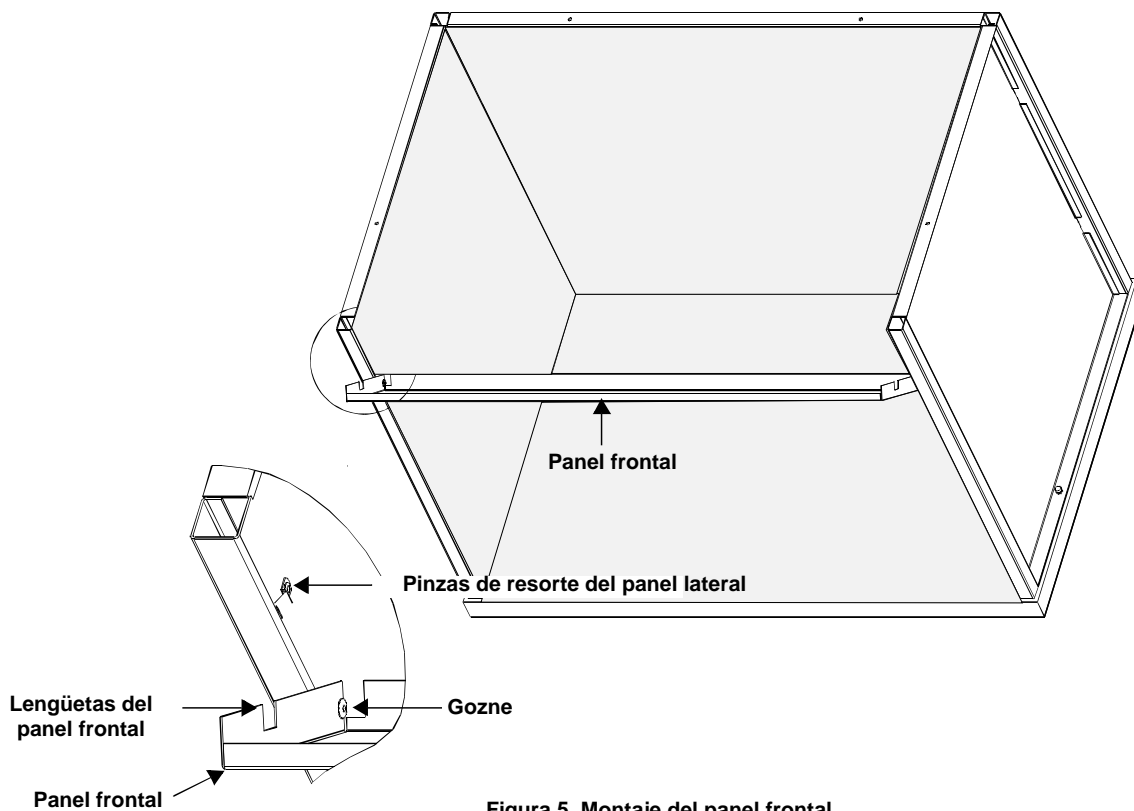

Figura 5. Montaje del panel frontal
9. Gire el panel frontal hacia arriba y fíjelo con las pinzas de resorte de los paneles laterales izquierdo y derecho. Consulte la Figura 5.